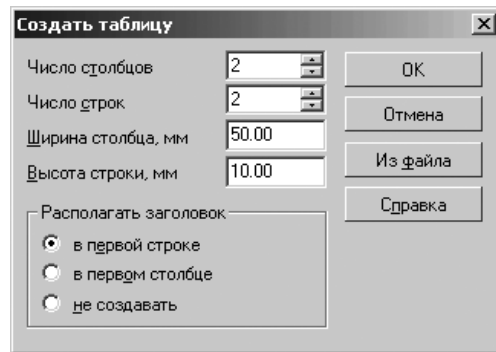

Рис. 5.62. Диалоговое окно **Создать таблицу**
- переместите указатель мыши в точку привязки **Таблицы**. Появится диалоговое окно **Создать таблицу** (рис. 5.62).